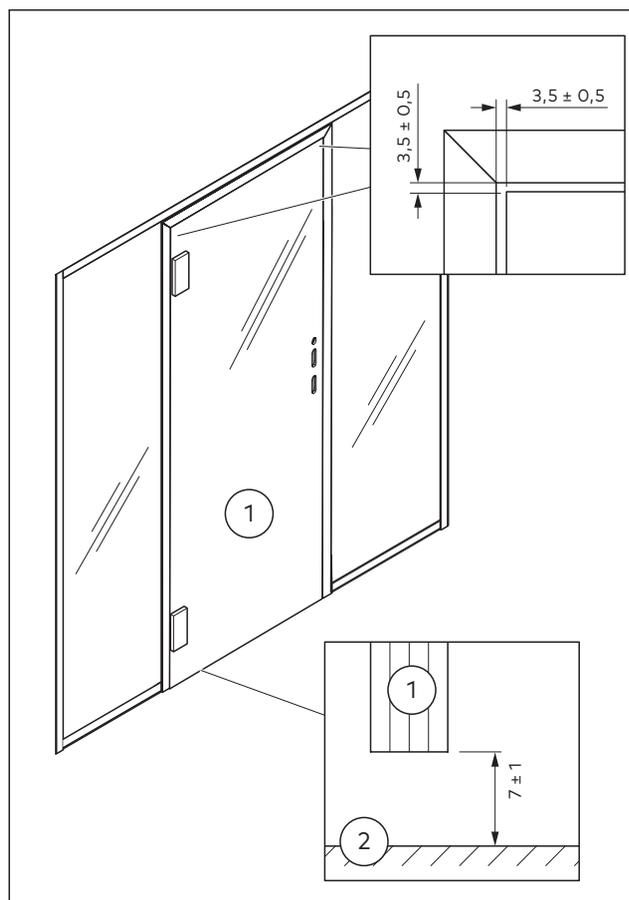

Abb. 15 Abstandsmaße im Zargensystem
- Zwischen Glastürflügel und Zarge auf beiden Seiten 3,5 mm \pm 0,5 mm (Abb. 15)
- Zwischen Glastürflügel und Oberkante Fertigfußboden (OKFF) 7 mm \pm 1 mm (Abb. 15)